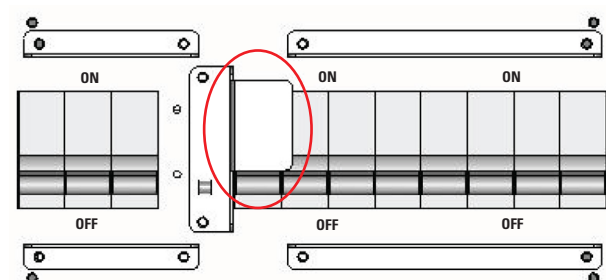

Fig. 37. Blocage mécanique de l'interrupteur de bypass de maintenance de l'onduleur.
3. Retirer le blocage mécanique de l'interrupteur de bypass manuel de l'onduleur (**Q5**) : desserrer les vis et retirer le cache métallique (voir Fig. 37).
10. Remettre le blocage mécanique de l'interrupteur de bypass manuel de l'onduleur : visser le cache métallique avec les vis fournies (voir Fig. 37).